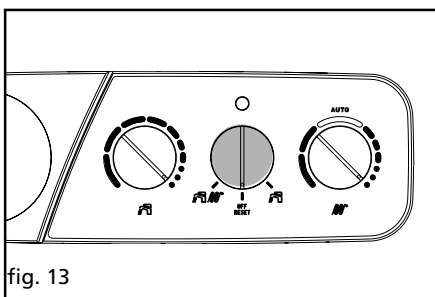

fig. 13
En el caso de breves ausencias, colocar el selector de función en "OFF RESET" (fig.13).
Em caso de ausências breves, posicione o seleccionador de função na posição "OFF RESET" (fig. 13).
Para reactivar el funcionamiento, colocar el selector de función en off-reset (fig. 13) y volverlo a colocar luego en la posición deseada: verano o invierno (fig. 3).
Para reactivar o funcionamento, posicione o seleccionador de função na posição off-reset (fig. 13) levando-o novamente para a posição desejada: verão ou inverno (fig. 3).
- Colocar el selector de función en off-reset (fig. 13) y volverlo a colocar en la posición deseada: verano o invierno (fig. 3).